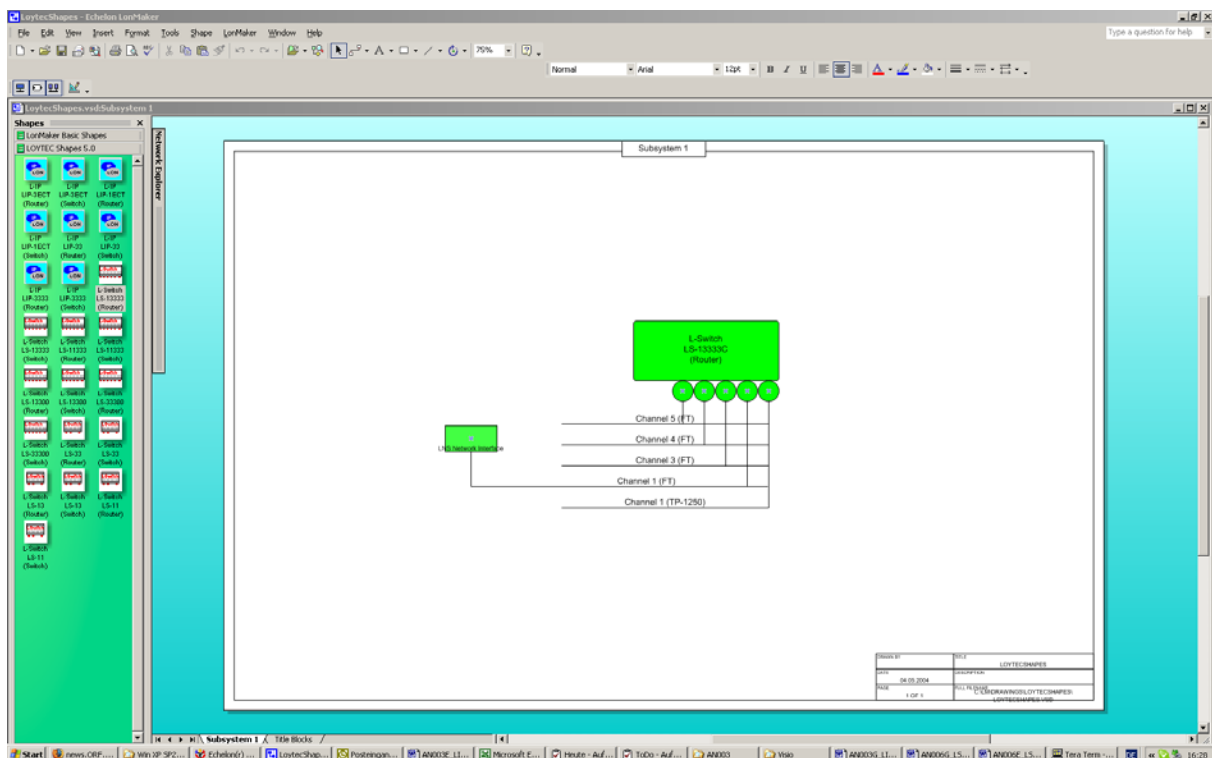

Abbildung 8: Der L-Switch ist kommissioniert und funktionsbereit
10. Nachdem alle Ports kommissioniert wurden sind alle Kreise an der Unterseite des L-Switch Shapes grün (siehe Abbildung 8). Der L-Switch ist nun kommissioniert und funktionsbereit.